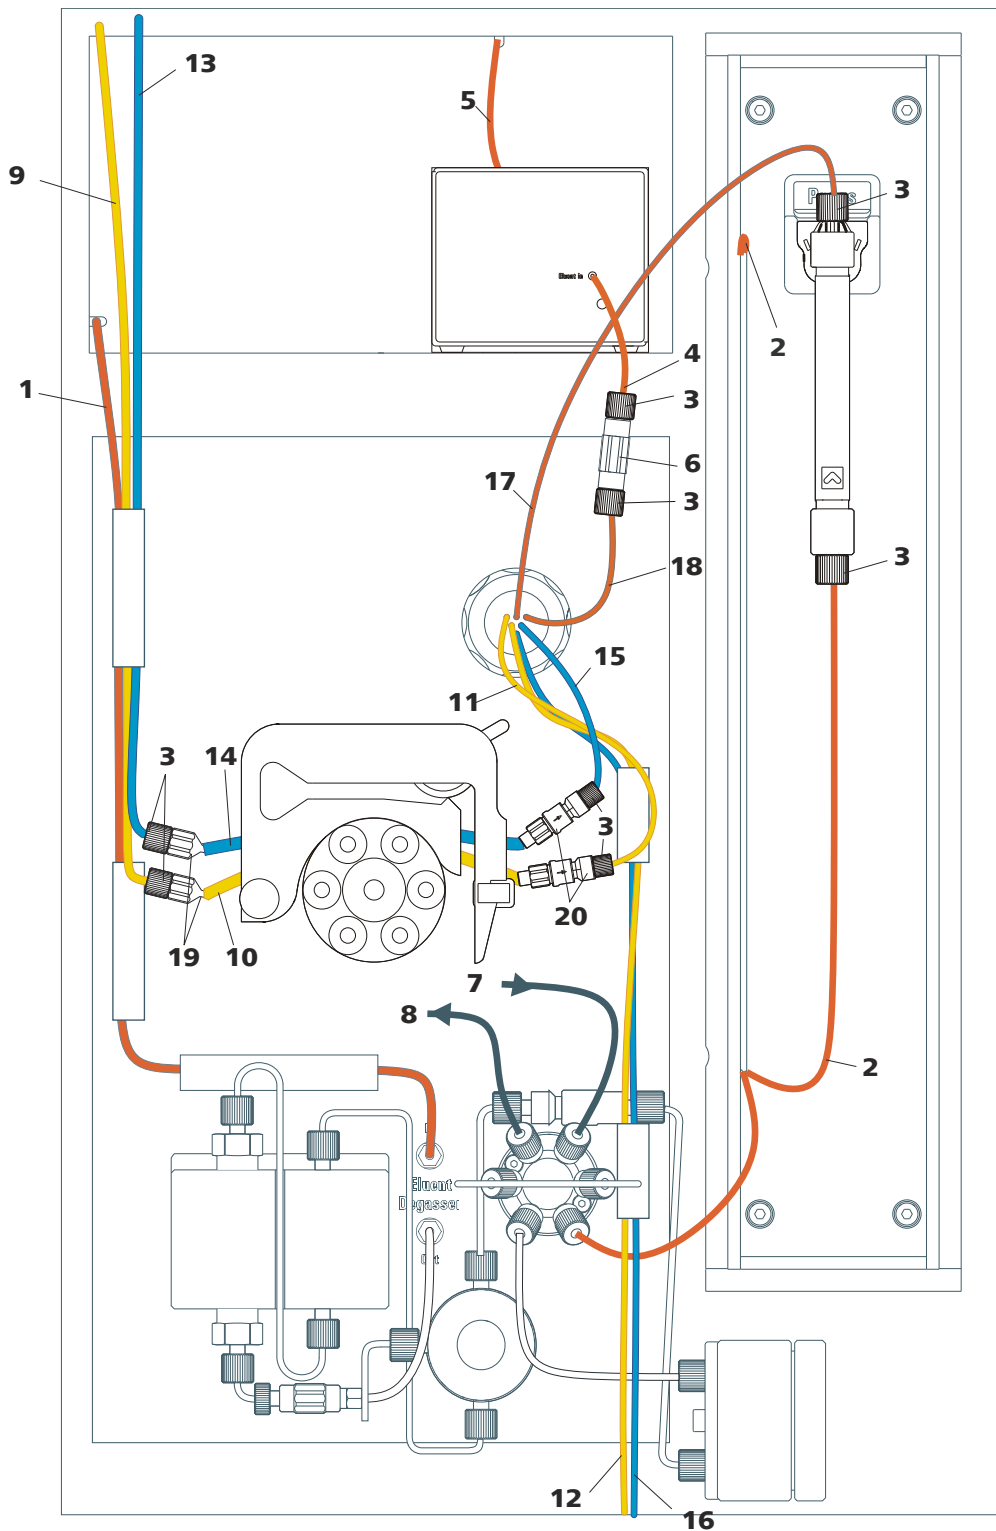

Abbildung 3 Installationsdiagramm 881 Compact IC pro – Anion
- ein Installationsdiagramm (*siehe Abbildung 3, Seite 15*), welches ein vollständig installiertes 881 Compact IC pro – Anion darstellt.